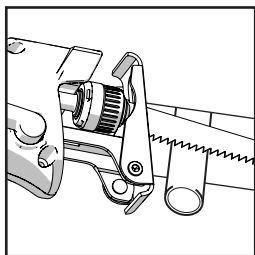

Fig. 11
- Couper la pièce lentement afin de permettre à la lame souple de se courber comme voulu. (**Fig. 11**).